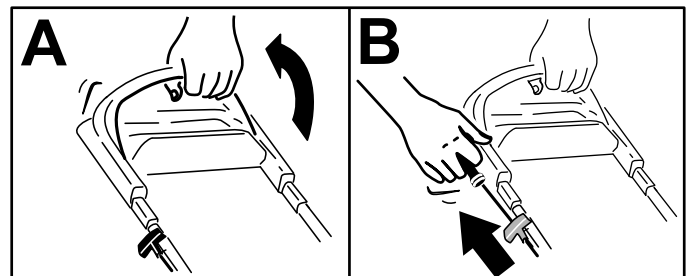

Figure 12
1. Maintenez la barre de commande de la lame contre le guidon (A de Figure 12).
2. Tirez légèrement la poignée du lanceur jusqu'à ce que vous sentiez une résistance, puis tirez vigoureusement et laissez le lanceur se rétracter lentement jusqu'au guide-câble sur le guidon (B de Figure 12).